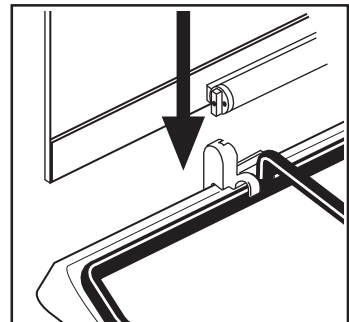

Рис. 6
- 3) Установите в держатель левый шарнир крышки с меткой S (рис. 6).